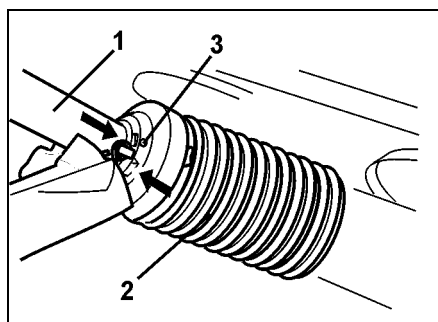

Fig. 38
8. Skjut på skyddsröret (Fig. 38/1) och vrid skyddstratten (Fig. 38/2) till monteringsläge.
9. Montera låsskruven (Fig. 38/3).